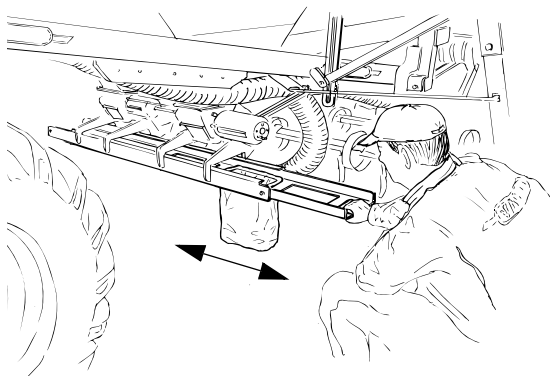
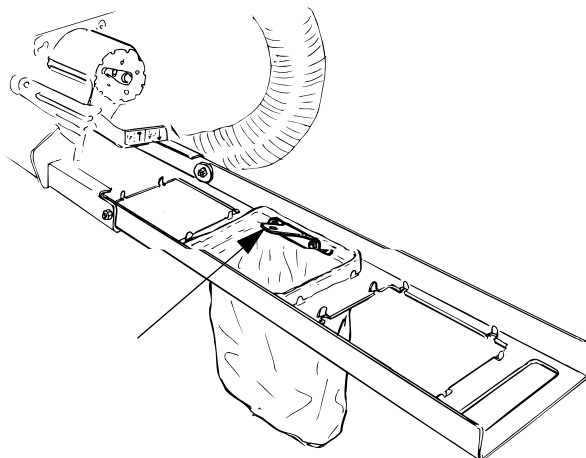

Figure 14.84
Figure 14.85
- 3 Vytáhněte sáně a umístěte kalibrační pytel do středního otvoru, viz "Figure 14.84" a "Figure 14.85". Přesvědčte se, zda rukojeť pytle směřuje správným směrem. Zatlačte sáně proti aretačnímu zařízení